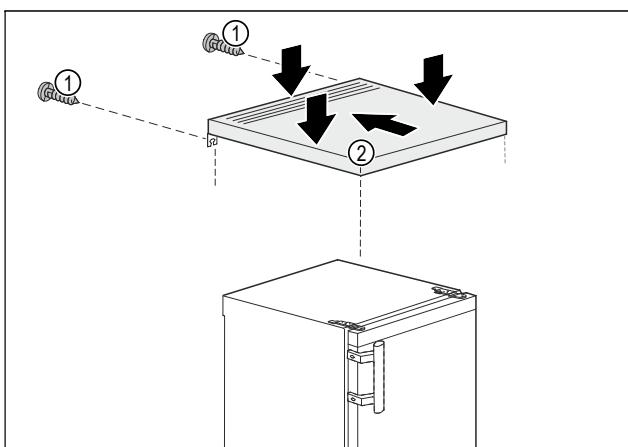

Fig. 4
- Coloque el tablero Fig. 4 (2) sobre el electrodoméstico.
- Empuje el tablero Fig. 4 (2) hacia atrás.
- Presione el tablero Fig. 4 (2) hacia abajo por la parte posterior.
- Apriete los tornillos Fig. 4 (1) en la parte posterior.
- El tablero Fig. 4 (2) se ha montado.